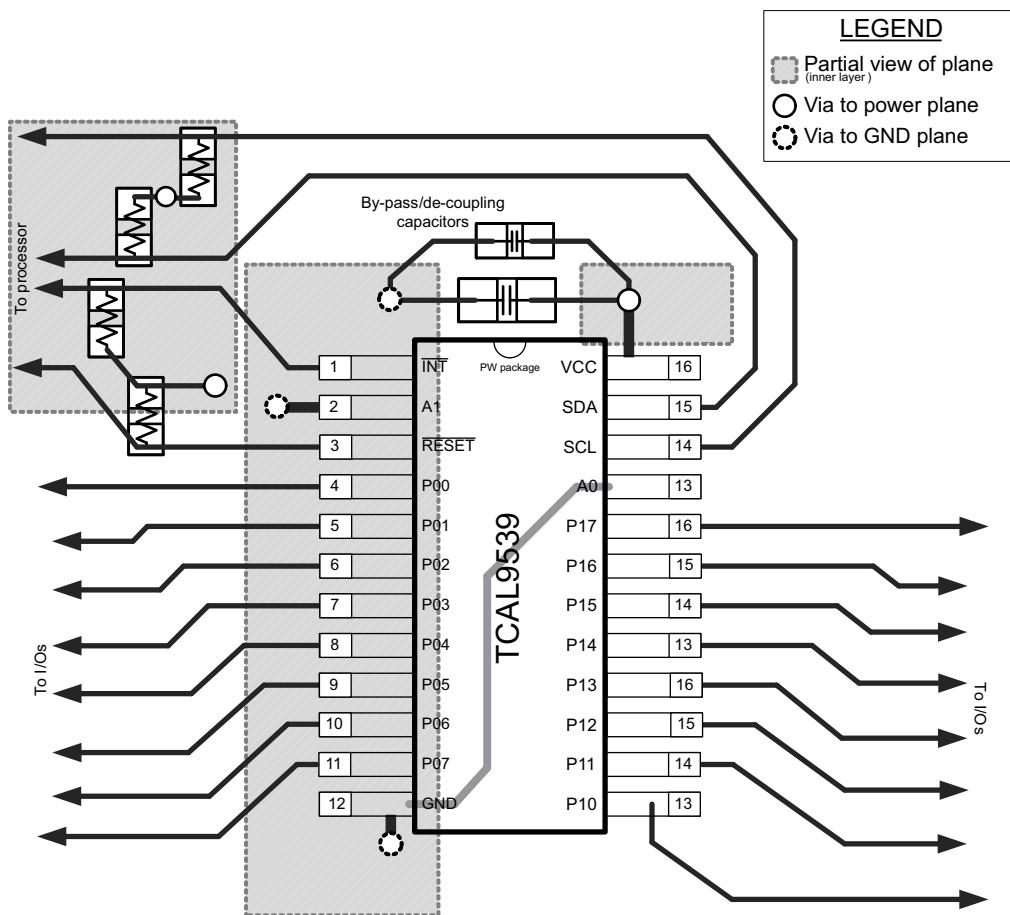

図 8-10. TCAL9539R のレイアウト
すべての PCB レイアウトにおける最善策は、信号トレースを直角に曲げないこと、集積回路 (IC) の近接部を離れるときに信号トレースが互いに離れていくように配置すること、トレース幅を太くして電源とグランドのトレースを通常時に大容量の電流が流れるようにすることです。バイパスコンデンサとデカップリングコンデンサは、一般的に電源ピンの電圧の制御に使用されます。大容量コンデンサを使用すると、短時間の電源グリッチ時に追加電力を供給し、容量の小さいコンデンサを使用すると、高周波リップルをフィルタリングできます。これらのコンデンサは、できる限り TCAL9539R の近くに配置してください。理想的な配置を 図 8-10 に示します。
図 8-10 に示すレイアウト例では、信号配線に最上層を使用し、電源とグランド (GND) に分割プレーンとして最下層を使用することで、2 層のみの PCB を製造することができます。ただし、信号配線密度の高い基板では、4 層基板が推奨されます。一般的に 4 層 PCB では、信号を最上層と最下層に配線し、内部の 1 層をグランドプレーン専用にして、もう 1 つの内部層を電源プレーン専用にします。電源とグランドにプレーンまたは分割プレーンを使用する基板レイアウトの場合は、電源または GND に接続する必要がある表面実装部品パッドのすぐ隣にビアを配置し、ビアを内部層または基板の反対側に電気的に接続します。ビアは、信号パターンを基板の反対側に配線する必要がある場合にも使用されますが、この方法は 図 8-10 には示されていません。